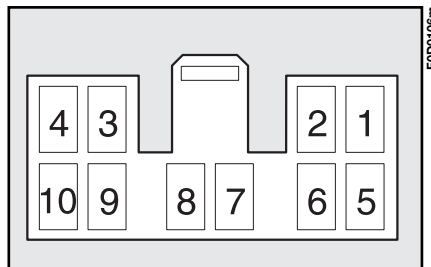

fig. 149
– cavi di collegamento all'antenna bifunzione e cablaggio con connettore a dieci vie **fig. 149**;